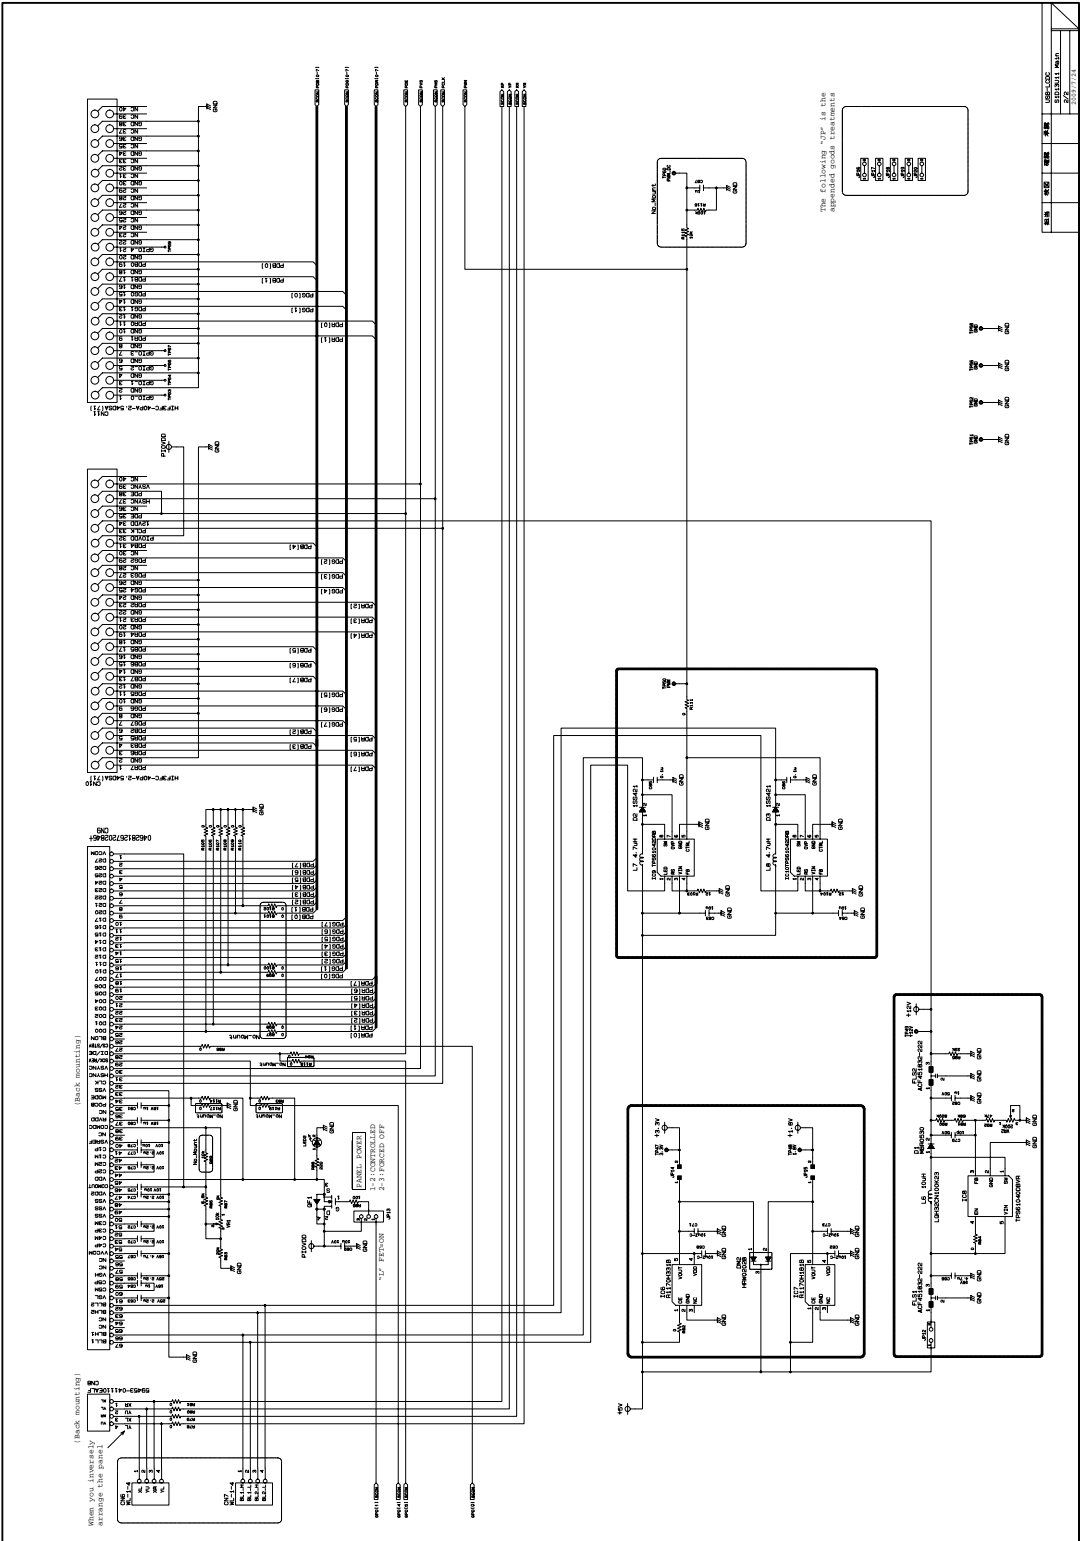

図6.4 S5U13U11P10C100回路図 (2/2)
- 6章 図6.4 S5U13U11P10C100回路図 ( 2/2 ) から、"Pch FET 2SJ162"のテキストを削除